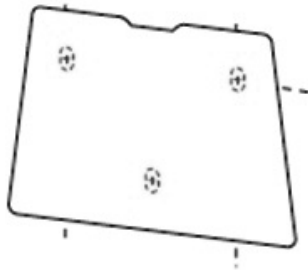

Fig. 5
1. Positionnez le support de fixation (14) sur le mur à l'emplacement où vous allez percer les trous. Faites passer un crayon dans les 3 trous pour faire les repères (voir figure 5).